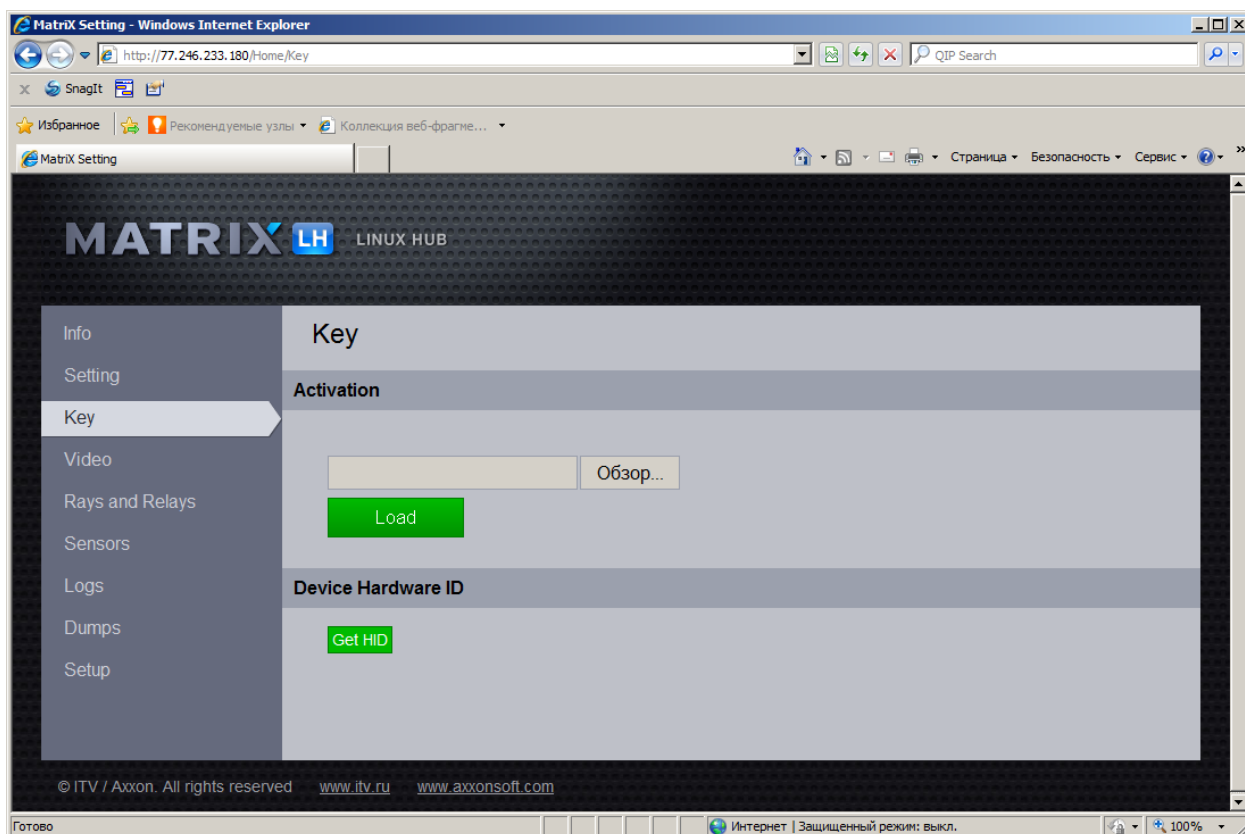

Рис. 7.3—8 Загрузка ключа активации на LS (LH)
Загрузка ключа активации на LS (LH) осуществляется следующим образом (см. Рис. 7.3—8):
4. В результате выполнения операции ключ активации intellect.sec (video.sec) будет сохранен на LS (LH) в директории \etc\itv\;
5. Перезагрузить LS (LH).